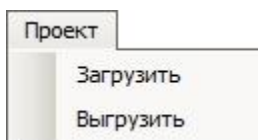

Рисунок 8.4 – Меню «Проект»
8.4 Меню «**Проект**» включает в себя следующие функции (рисунок 8.4).